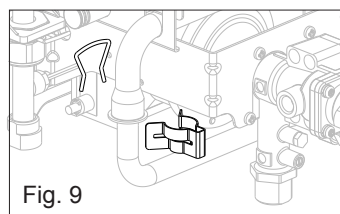

Fig. 9
- Dévisser la clip de fixation tuyau de gaz - collecteur (fig. 9)